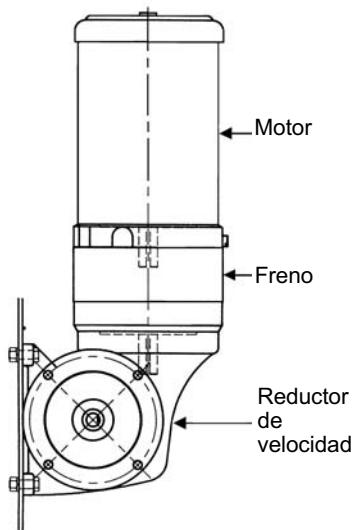

Figura 3 – Montaje del Freno – Posición Debajo de la Vertical
**AVISO:** Los frenos se pueden montar en todas las posiciones. La duración del disco(s) de rotación se acorta cuando se monta en otras posiciones fuera de la horizontal. La duración puede acortarse hasta 20% dependiendo del modelo, de la carga y de la posición. El drenaje del freno debe estar colocado en la parte inferior. Si la aplicación produce mucha acumulación de condensación, no se recomienda el montaje vertical debajo del motor (Vea la Figura 3).